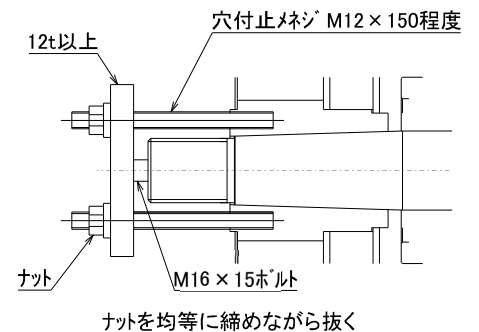

図 9-7
9.3.7 ベアリングケース(図 9-7,8,)
右図の要領でドラムを取り外してください。(図 9-7)